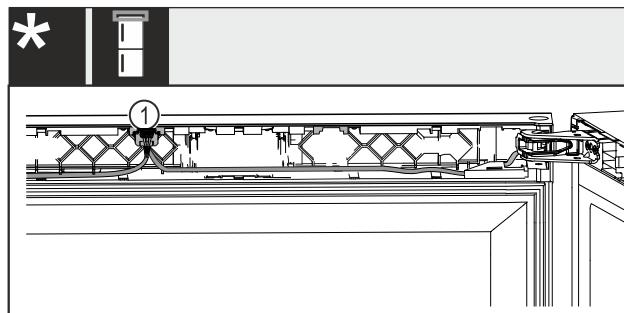

Fig. 47 Pro kombinovanou chladničku na víno s mrazničkou*
- Zástrčku Fig. 47 (1) zaklapněte do vedení.*